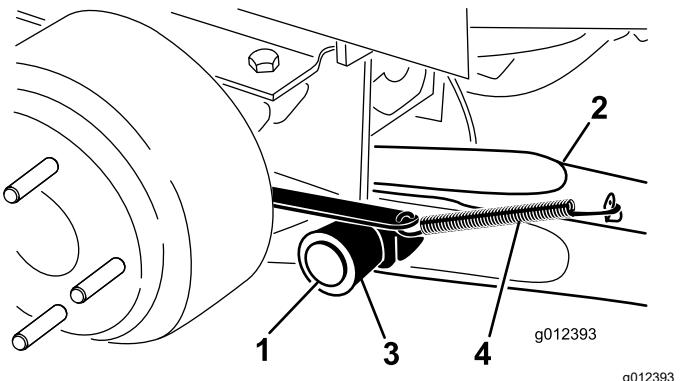

图 4
- 使用枢轴销和开口销将提升臂固定到枢轴支架上图 4。使用向外的弯曲部分安装提升臂。
- 将制动复位弹簧钩在提升臂的凸耳上图 4。